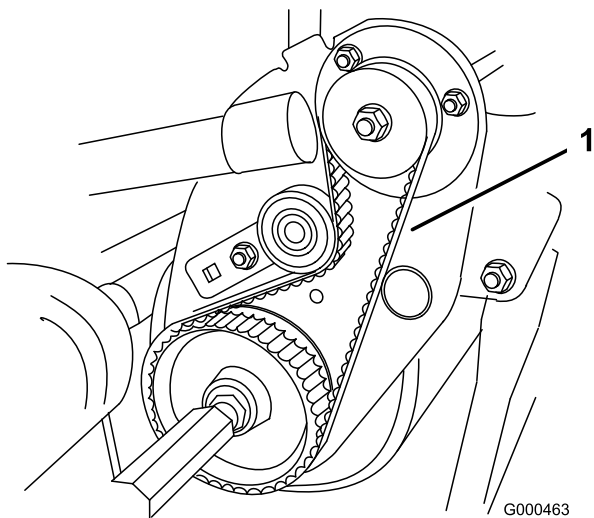

Figura 39
2. Compruebe la tensión presionando la correa (Figura 39) en el punto intermedio entre las poleas con una fuerza de $2 \pm 0,5$ kg. La correa debe desviarse 6,4 mm. Si la desviación no es la correcta, continúe con el paso siguiente.